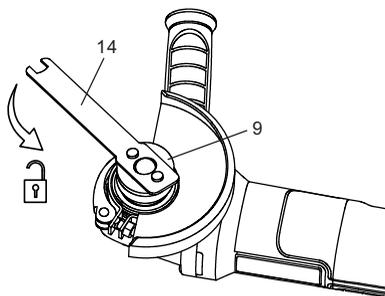

Fig. 11
2. Mantenga pulsado el botón de bloqueo del husillo (1) y afloje la brida de bloqueo (9) en sentido contrario a las agujas del reloj con la llave (14) (Fig. 11).